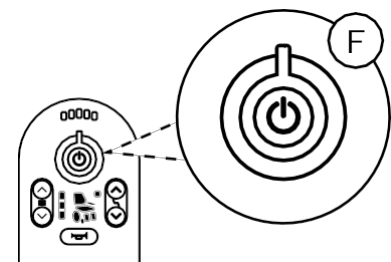

Fig. 5.8. Arresto di emergenza sul LINX REM211.
Durante la guida o la regolazione delle funzioni del sedile, il movimento corrente rilasciando il joystick o fermarsi immediatamente premendo l'interruttore principale (F), vedi Fig. 5.8. L'unità di controllo si spegne e la funzione elettrica si arresta.